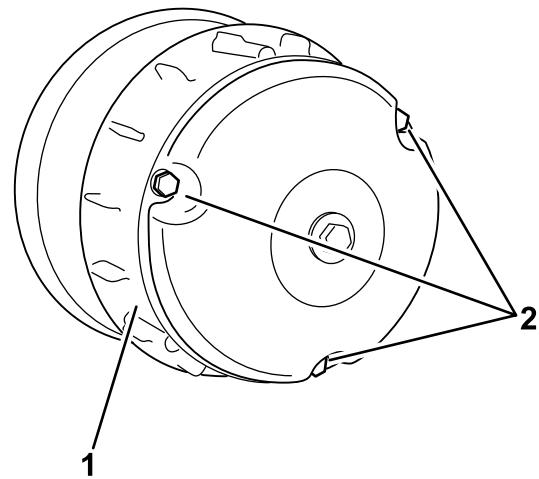

Figura 58
4. Instale la tapa del embrague, fijándola con los 3 pernos (Figura 58) que retiró en 2.
2. Retire los 3 pernos que sujetan la cubierta al embrague, y retire la cubierta (Figura 58).